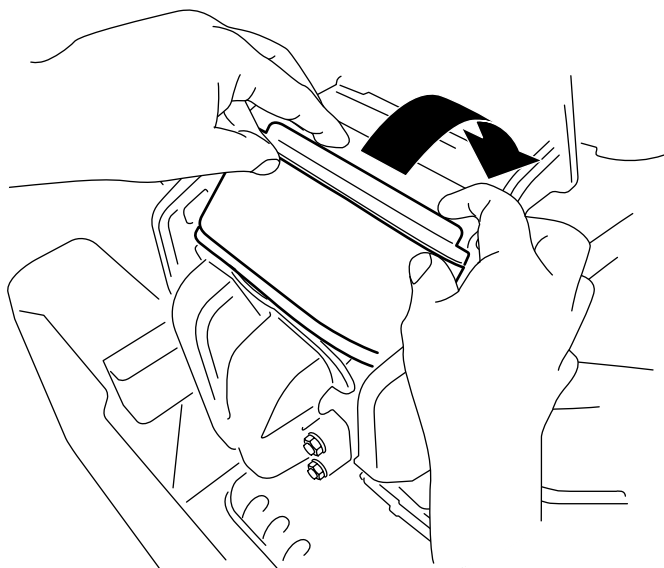

Figure 42
3. Tournez le filtre vers le bas dans la chambre et appuyez-le parfaitement contre le collecteur (Figure 42).